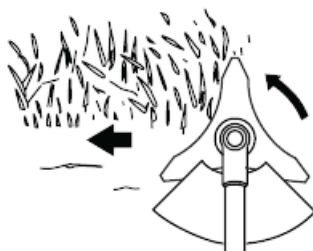

рис. 9
1. Направляйте косу справа налево, при этом с небольшим наклоном в левую сторону. Рис. 9